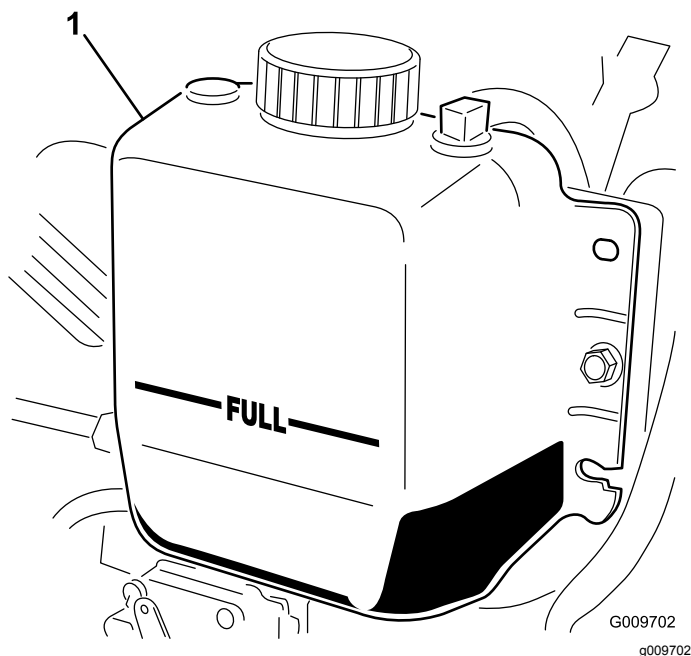

Figura 111
3. Controllate il livello del refrigerante nel radiatore. Il radiatore deve essere riempito fino alla parte superiore del collo del bocchettone ed il serbatoio di espansione fino al segno di pieno FULL (Figura 111).